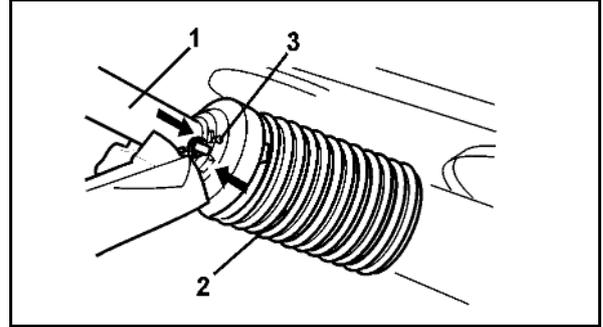

図 52
6. 注油ニップル (図 52/1) を外し、プロペラシャフト (図 52/2) を差し込みます。
7. 接続ヨーク (図 52/3) をせん断ボルト (図
8. 潤滑ニップル (図 52/1) を回しこみます。